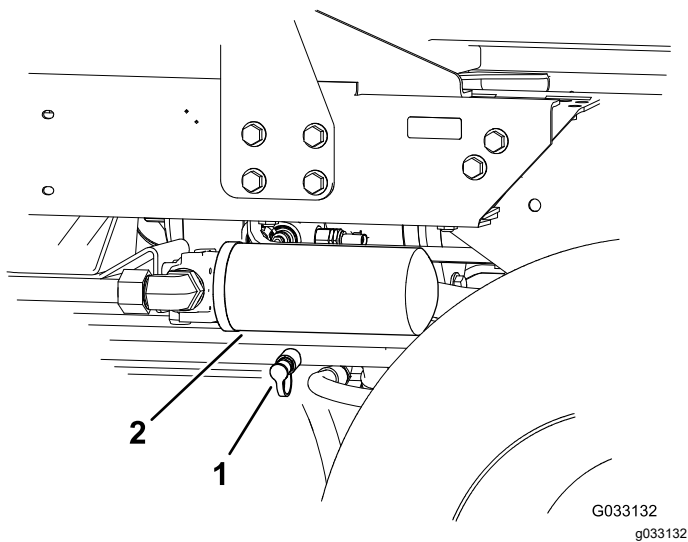

Bild 64
2. Schließen Sie einen Hydraulikschlauch zwischen dem eingebauten Diagnose-Anschlussstück im Heckantriebsverteiler und dem Testanschluss für den Rückwärtsantriebsdruck (Bild 64) an.